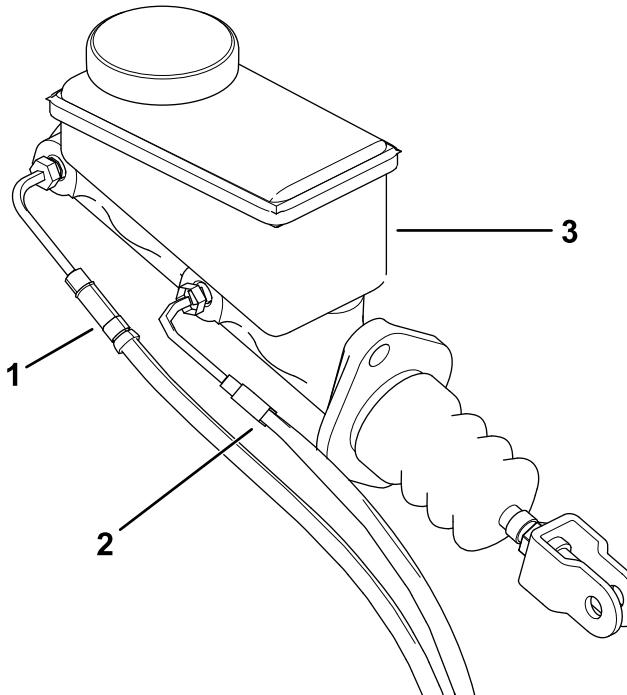

Рисунок 5
5. Отсоедините переднюю и заднюю тормозные трубы от главного цилиндра (Рисунок 5).
3. Подсоедините переднюю и заднюю тормозные трубы к главному цилиндуру (Рисунок 5).